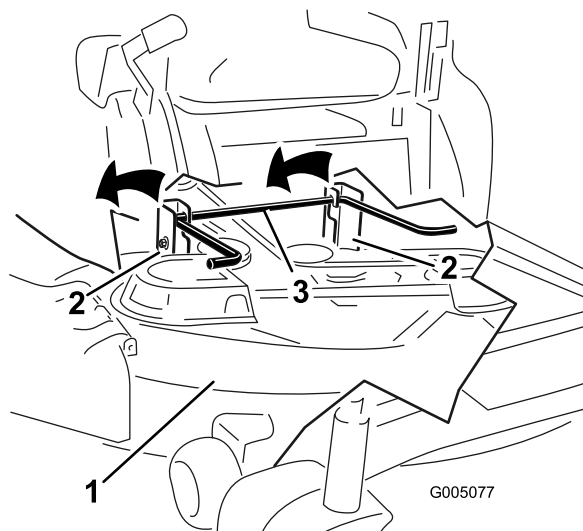

Figura 60
trasera; luego baje el cortacésped con cuidado al suelo (Figura 60).
5. Eleve la parte trasera de la carcasa de corte y coloque los soportes sobre la varilla de elevación trasera (Figura 60).
5. Coloque el muelle en la varilla según se muestra en Figura 60, de manera que el extremo corto del muelle suba desde debajo de la varilla antes de la curva y pase por encima de la varilla después de la curva.